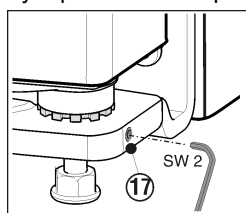

Fig. 11
- ▶ Немного выкрутите установочный винт *Fig. 11 (17)* (максимум на один оборот).
- ▶ Снова затяните установочный винт *Fig. 11 (17)*, чтобы зафиксировать опорный винт.
- ▶ Снова выкрутите средние установочные опоры (A) до контакта с полом.